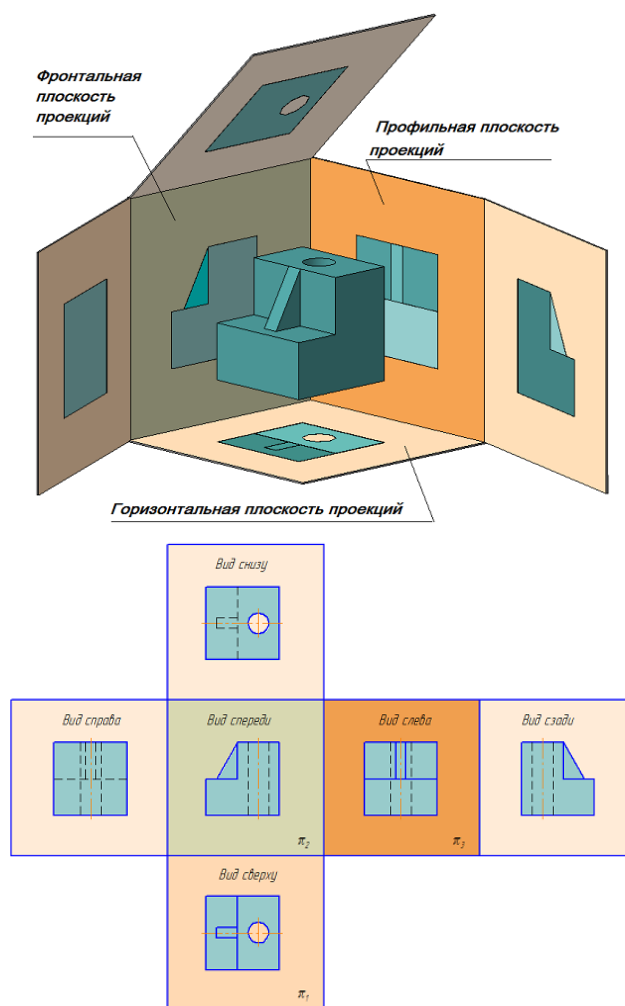

Рис. 30. Образование основных видов
Изображения предметов должны выполняться с использованием метода прямоугольного (ортогонального) проецирования. При этом предмет располагают между наблюдателем и соответствующей плоскостью проекций. При построении изображений предметов стандарт допускает применение условностей и упрощений, вследствие чего указанное соответствие нарушается. Поэтому получающиеся при проецировании предмета фигуры называют не проекциями, а изображениями. В качестве основных плоскостей проекций принимают грани пустотелого куба, в который мысленно помещают предмет и проецируют его на внутренние поверхности граней. Грани совмещают с плоскостью (рис. 30). В результате такого проецирования получают следующие изображения: вид спереди, вид сверху, вид слева, вид справа, вид сзади, вид снизу.
**Основные виды** — изображения получают путем проецирования предмета на плоскости проекций. Всего их шесть, но чаще других для получения информации о предмете используют основные три: горизонтальную, фронтальную и профильную (рис. 30). При таком проецировании получают: вид спереди, вид сверху, вид слева.
Названия видов на чертежах не надписываются, если они расположены в проекционной связи (рис. 30). Если же виды сверху, слева и справа не находятся в проекционной связи с главным изображением, то они отмечаются на чертеже надписью по типу «А». Направление взгляда указывается стрелкой, обозначаемой прописной буквой русского алфавита. Когда отсутствует изображение, на котором может быть показано направление взгляда, название вида надписывают.